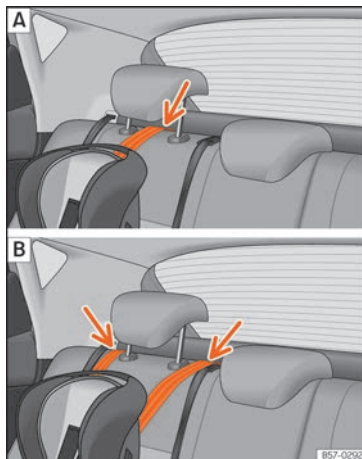

Fig. 28 Sedili posteriori: regolazione e montaggio in base alla cintura Top Tether.
- Posizionare la cinghia sotto il poggiatesta del sedile posteriore »» fig. 28 (in base alle istruzioni dello seggiolino stesso, alzare o rimuovere il poggiatesta, se necessario).